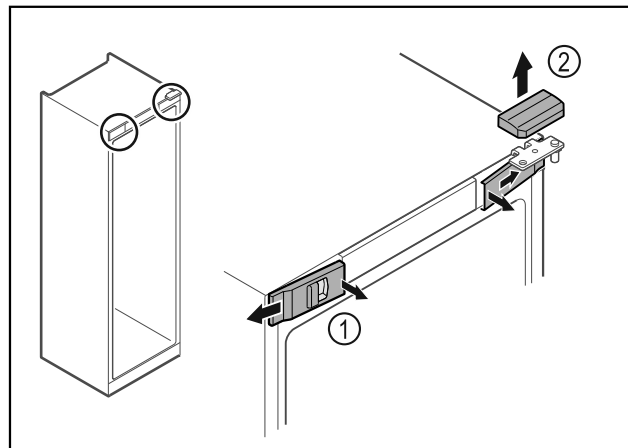

Fig. 10
- Ξεκομπώστε εσωτερικά τα μπροστινά καλύμματα Fig. 10 (1) και αφαιρέστε τα προς το πλάι.
- ▶ Αφαιρέστε προς τα επάνω το επάνω κάλυμμα Fig. 10 (2).